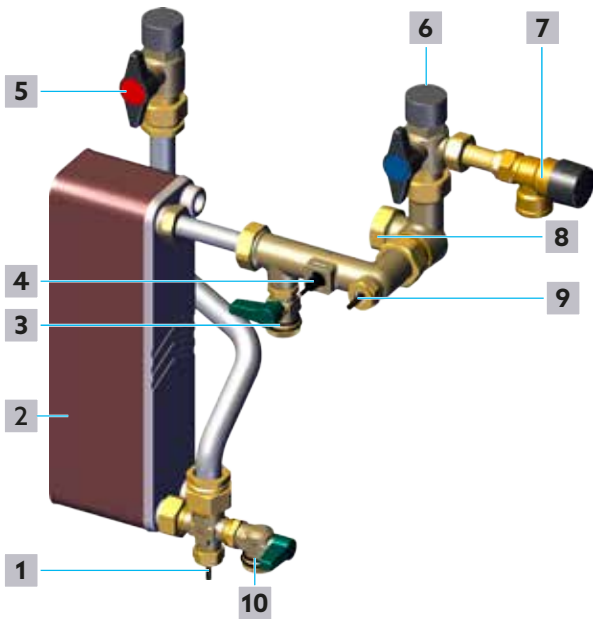

Abb. 4: Trinkwasserkreis
- 3 Schließen Sie langsam den Absperrkugelhahn Trinkwasser warm (siehe Position **5** in Abb. 4 auf Seite 6).
- 4 Schließen Sie langsam den Absperrkugelhahn Trinkwasser kalt (siehe Position **6** in Abb. 4 auf Seite 6).
- 5 Schrauben Sie die Verschlusskappe des KFE-Kugelhahns Trinkwasser warm ab (Position **10** in Abb. 4 auf Seite 6).
in Abb. 4 auf Seite 6).
- 7 Öffnen Sie den KFE-Kugelhahn Trinkwasser warm (siehe Position **10** in Abb. 4 auf Seite 6).
- 16 Schließen Sie den KFE-Kugelhahn Trinkwasser warm (siehe Position **10** in Abb. 4 auf Seite 6).
- 17 Öffnen Sie langsam den Absperrkugelhahn Trinkwasser kalt (siehe Position **6** in Abb. 4 auf Seite 6).
- 18 Öffnen Sie langsam den Absperrkugelhahn Trinkwasser warm (siehe Position **5** in Abb. 4 auf Seite 6).